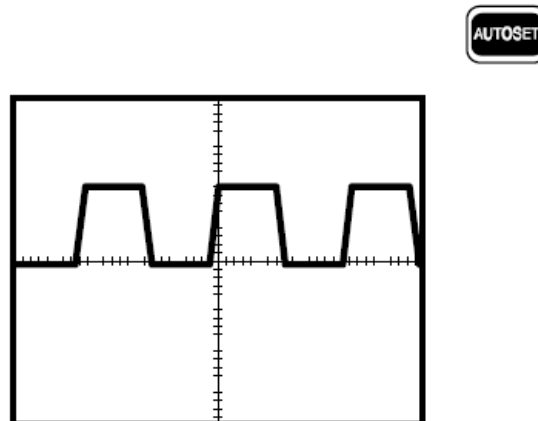

Figura 3. Onda cuadrada 5 Vp-p a 1 kHz.
3. Pulse el botón AUTOCONFIGURAR. En unos minutos, debe ver en la pantalla una onda cuadrada de aproximadamente 5 V de pico a pico a 1 kHz, Figura 3.